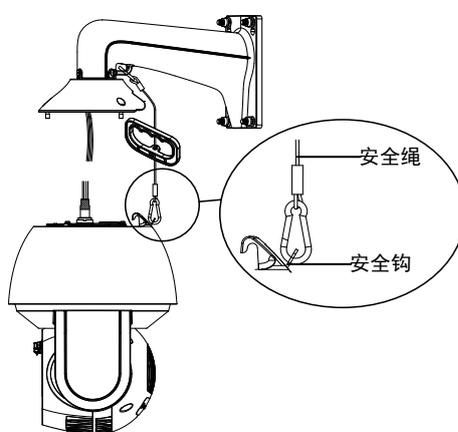

图2-10 安全绳安装 (I型)
1. 将组装好的智能球安全绳挂钩系于支架的安全钩上，如图 2-10 所示。